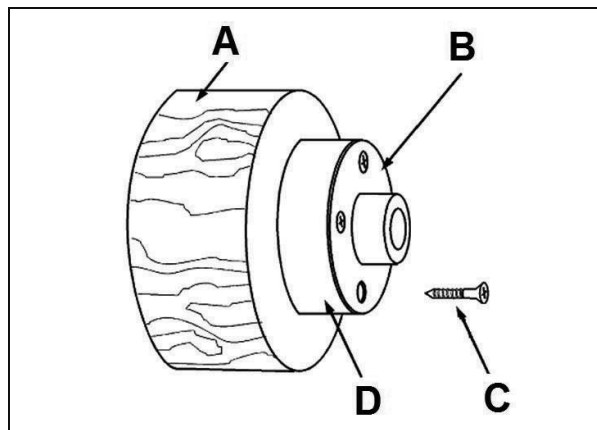

Abb. 26
Befestigen Sie das Werkstück (A, Abb. 26) mit 4 Messing-Holzschrauben (C) direkt an der Aufspanscheibe. Seien Sie vorsichtig bei der Schraubenwahl. Zu lange Schrauben ragen in den Zerspanungsbereich und zu kurze ergeben keine sichere Aufspannung.